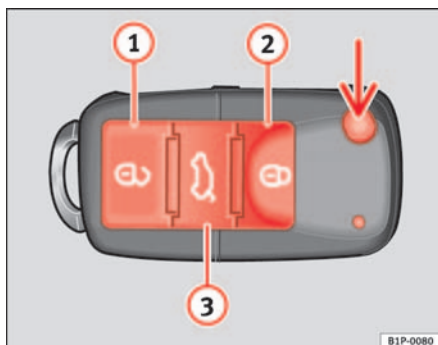

Abb. 64 Tastenbelegung
Mit der Taste \Rightarrow Abb. 64 (Pfeil) der Fernbedienung wird der Schlüsselbart ausgeklappt.
Fahrzeug entriegeln \Rightarrow Abb. 64 ①.
Fahrzeug verriegeln \Rightarrow Abb. 64 ②.
Heckklappe entriegeln. Drücken Sie die Taste \Rightarrow Abb. 64 ③, bis alle Blinkleuchten am Fahrzeug kurz aufleuchten. Nach Drücken der Entriegelungstaste \Rightarrow ③ können Sie die Heckklappe innerhalb von 2 Minuten öffnen. Nach Ablauf dieser Zeit wird die Heckklappe wieder verriegelt.
Zudem blinkt die Batterie-Kontrollleuchte des Schlüssels \Rightarrow Abb. 64 auf.
Bei einmaligem Drücken der Taste \Rightarrow Abb. 64 ①, wird nur die Fahrertür geöffnet. Alle anderen Türen bleiben verriegelt.
Bei zweimaligem Drücken der Taste  ⇒ Seite 103, Abb. 64  werden alle Türen entriegelt.
- Verriegeln Sie das Fahrzeug mit dem Schlüssel mit Funkfernbedienung ⇒ Seite 103, Abb. 64 über das Schloss in der Fahrertür.